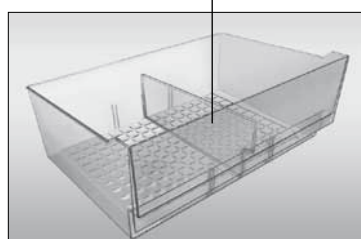

Figura 5
3.1.3 Vas (pentru legume sau fructe) are un separator în conformitate cu figura 5, care este instalat de-a lungul canelurilor de ghidare într-una din cele trei poziții.